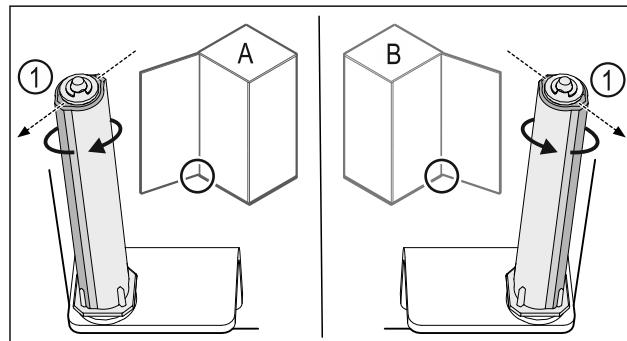

Fig. 43 Μεντεσέδες αριστερά (Α) / Μεντεσέδες δεξιά (Β)
- ▶ Περιστρέψτε το σύστημα κλεισμάτων κόντρα στην αντίσταση, μέχρι ο κορμός του συστήματος κλεισμάτων Fig. 43 (1) να είναι στραμμένος προς τα έξω.